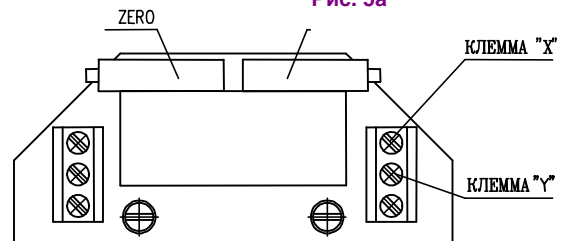

Рис.6
4.4.2 EPV - 3-проводниковое включение (рис.6, 6а)
- Установите омический датчик на основании инструкций в предыдущей главе так, что омическую величину измеряйте на клеммах **X-Y** или **0%-100%** (рис.6,6а) (употреблен датчик с сопротивлением 2000Ω или 100Ω).
Рис.6а